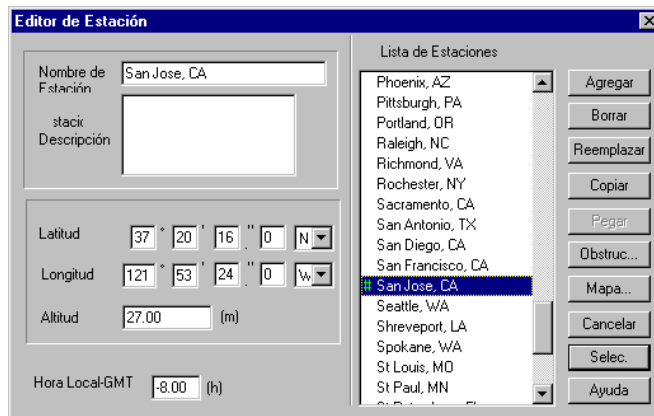

Figura A.6. Cuadro de Diálogo Editor de Estación
3. Haga click en **Abrir** para abrir el proyecto y el cuadro de diálogo **Editor de Estación** (Figura A.6)